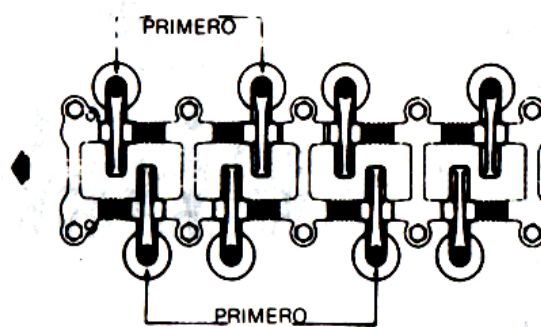

Fig. 3.46 Apriete de las contratuercas
5. Para ajustar el juego de las válvulas, afloje la contratuerca y haga girar el tornillo de ajuste hasta obtener el juego correcto. Apriete la contratuerca y vuelva a comprobar el juego. (Ver Fig. 3.46)